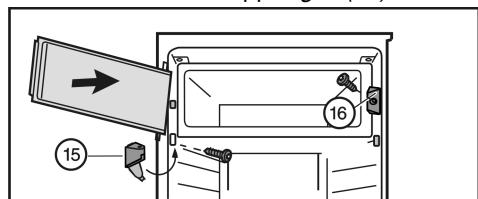

Fig. 7
- Montare l'elemento di chiusura Fig. 7 (16).
► Montare il blocco di supporto Fig. 7 (15) e chiudere il coperchio.